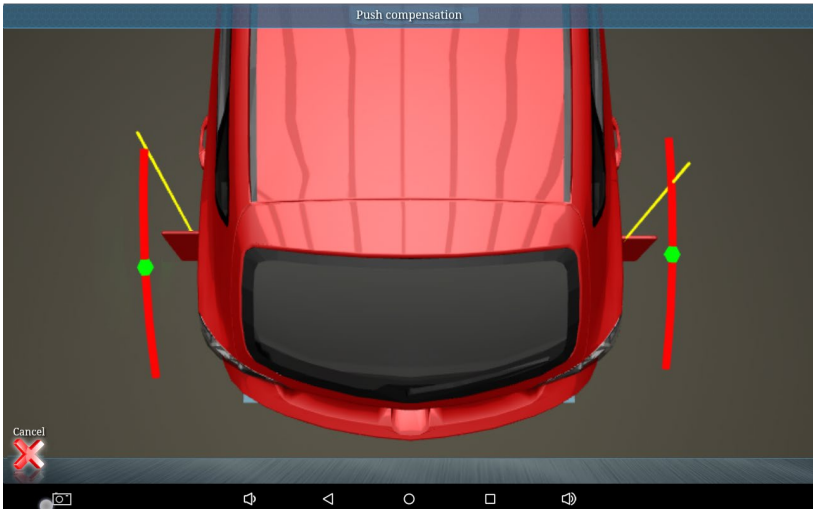

Abbildung 1
- 5) Die Benutzeroberfläche für die Schiebekompensation wird in Abbildung 1 dargestellt. Drehen Sie zuerst das hintere linke Rad langsam entsprechend der Anzeige, bis die gelbe Referenzlinie die Position des grünen Punkts erreicht, wie in Abbildung 2 gezeigt. Stoppen Sie dann die Drehung ;